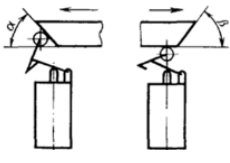

Рис. 6
8.8.6 Выключатели ВПК 2113 предназначены для работы с проходным упором (рисунок 6), но могут работать с проходным нереверсивным и с проходным реверсивным упорами, при этом угол набегания упора α и угол сбега β должны быть не более 40° при скорости движения упора до 0,25 м/с и не более 20° при скорости свыше 0,25 м/с.